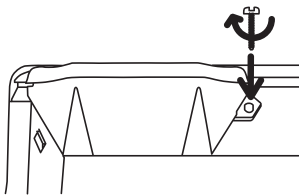

Рис. 5
- Дополнительно закрепите блок управления на конвекторе с помощью болта (входит в комплект) (рис. 5).